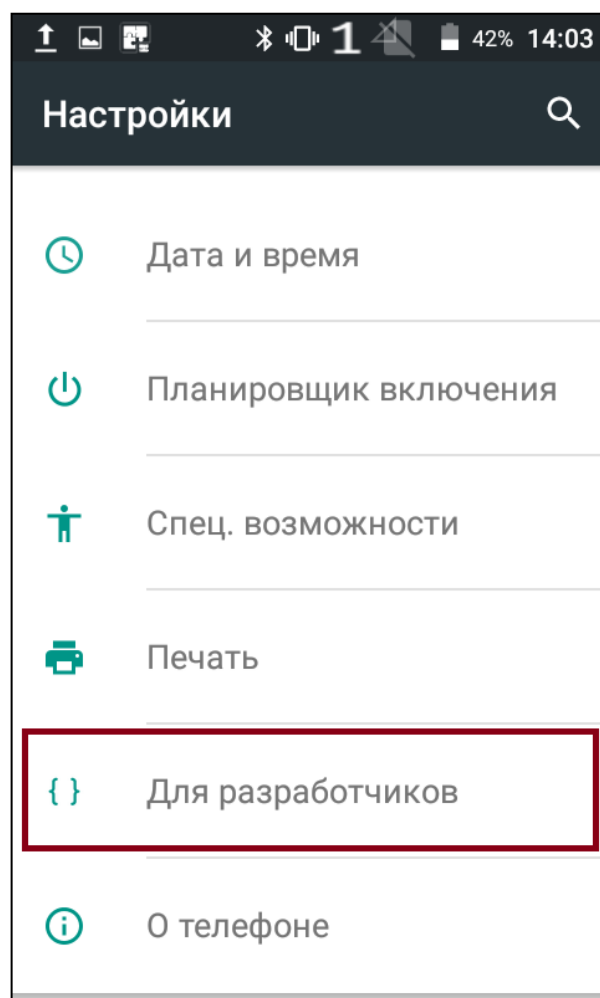

Рис. 4.5 - Настройки для разработчиков
- 2) Вернуться в меню и зайти в пункт «Для разработчиков» (Рис. 4.5);